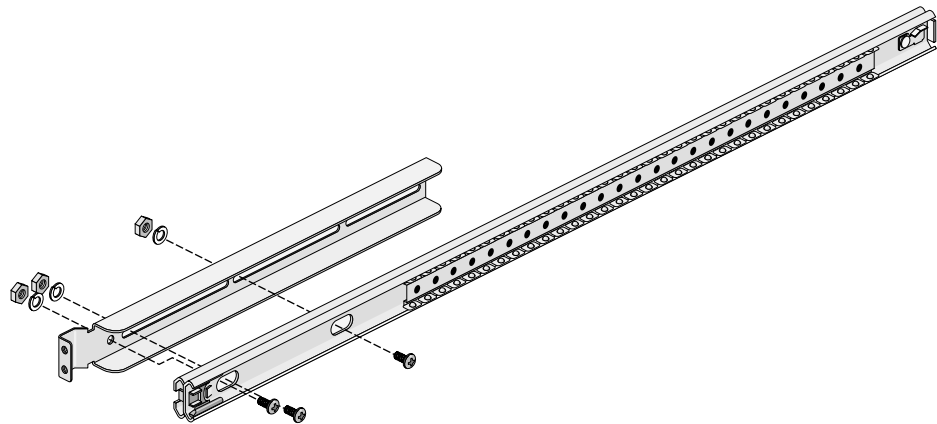

Abbildung 2-3 Anbringen des vorderen Halters am Auszug
4. Stecken Sie eine der M4xL8-Schrauben (siehe Tabelle 2-2) durch das runde Loch in der Vorderseite des Auszugs und dann durch das runde Loch in einem der Halter (wie in Abbildung 2-3 dargestellt). Um an das vordere Loch heranzukommen, müssen Sie die Schiene leicht ausziehen.
6. Schieben Sie den Auszug wieder zusammen, und stecken Sie dann zwei M4xL8-Schrauben durch die beiden Langlöcher des Auszugs und durch die Schlitze des Halters (wie in Abbildung 2-3 dargestellt).